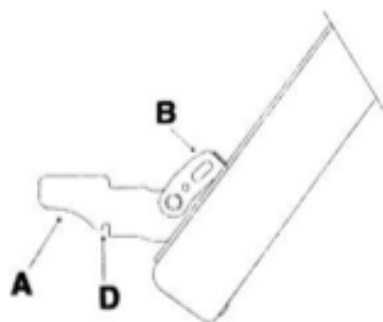

Fig 1
- Abrir la puerta completamente y levantar las 2 palancas “B” (fig1);